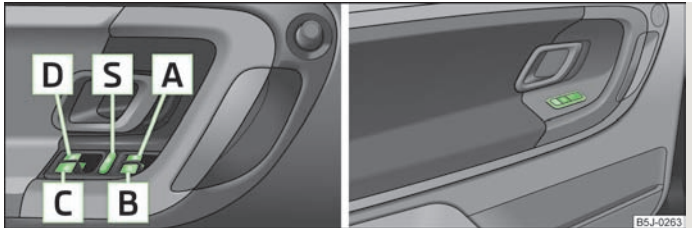

Abb. 18 Tasten in der Fahrertür / in den hinteren Türen
- Werden auf den Rücksitzen Kinder befördert, wird empfohlen, die elektrischen Fensterheber der hinteren Türen außer Funktion zu setzen (Sicherheitsschalter) **S** » Abb. 18.
Durch Drücken des Sicherheitsschalters  > Abb. 18 können die Tasten der Fensterheber in den hinteren Türen außer Funktion gesetzt werden. Durch wiederholtes Drücken des Sicherheitsschalters  sind die Tasten der Fensterheber in den hinteren Türen wieder funktionsfähig.